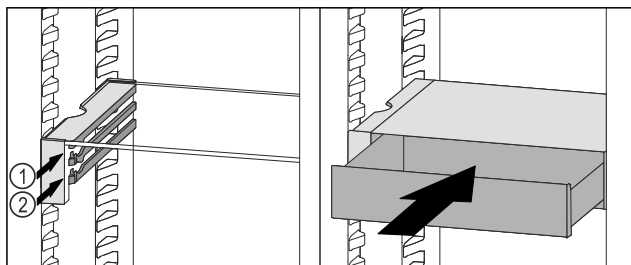

Fig. 198
- ▶ Установите выдвижной ящик VarioSafe за стопоры на требуемый выступ Fig. 198 (1) или Fig. 198 (2).